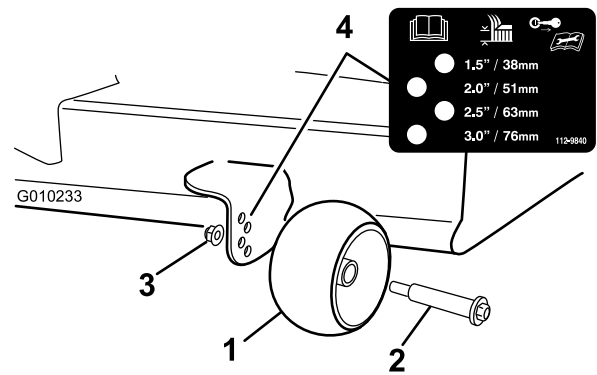

Bild 30
3. Stellen Sie die Antiskalpierrollen so ein, dass sie der nächsten Schnitthöheneinstellung entsprechen (Bild 30).